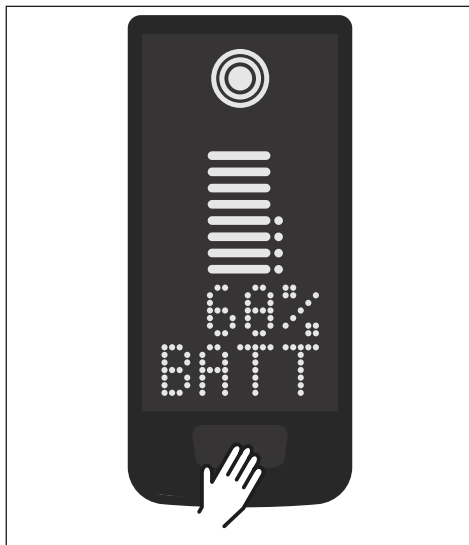

Fig. 3: Pulsante di controllo sul Display
- Accendere l'unità premendo **brevemente** il pulsante di comando sul Display (vedi Fig. 3).
- Spegnere l'azionamento premendo a **lungo** (>3 s) il pulsante di comando sul Display (vedi Fig. 3).